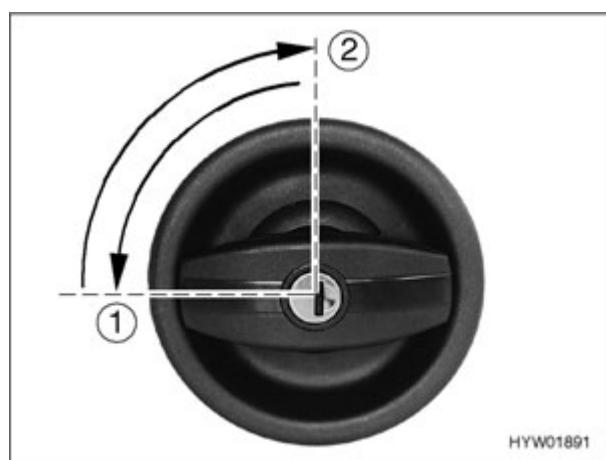

Fig. 21 Cerradura de la puerta, exterior, bloquear
- Introducir la llave en el cilindro de cierre y girarla un cuarto de vuelta en sentido contrario a las agujas del reloj (Fig. 21,1).
- Girar hacia atrás la llave a la posición central (Fig. 21,2) y extraerla.